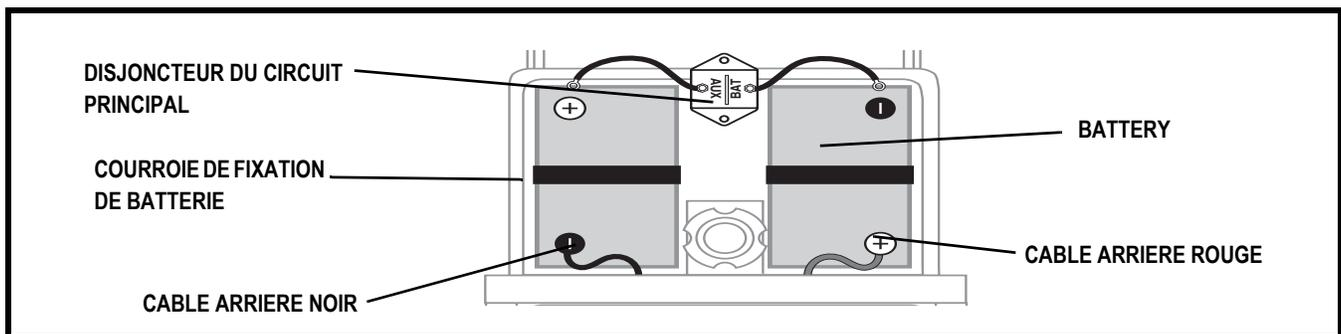

Figure 8. Mise en place et enlèvement des batteries
2. Placez les batteries dans le puits à batteries en positionnant les bornes à l'opposé du mât du siège. Assurez-vous de placer la borne positive (+) de la batterie coté gauche et la borne négative (-) de la batterie droite faisant face à l'avant. Voir la figure 8.